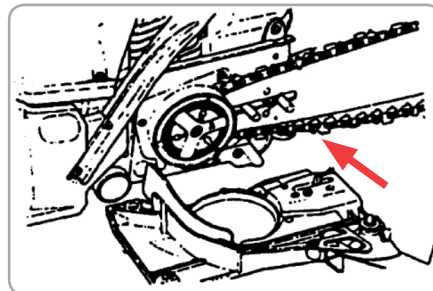

Fig.3
- Montați bara de ghidare, apoi montați lanțul fierăstrăului în jurul barei și pinionului (fig.3).